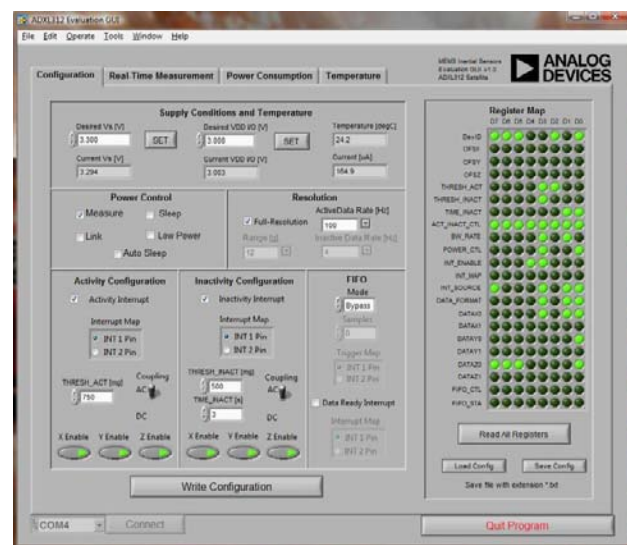

図 19. Configuration パネルの設定例
- メモリ・マップ値は、**Configuration** タブ上の各種フロント・パネル・コントロールを使って変更します。**Activity Configuration**、**Inactivity Configuration**、**FIFO Mode**、**Resolution** などはずべて、これらのコントロールで調整できます。必要な設定を終えたら、**Write Configuration** ボタンをクリックしてその設定値を ADXL312 メモリ・マップに転送します。メモリ・マップはリフレッシュして、新たに書き込まれた値を示します。**Write Configuration** ボタンをクリックしたときの **Configuration** タブは、図 19 のようなものとなります。このパネル上での設定は、GUI のほかの箇所に必要に応じて事前にロードされます。